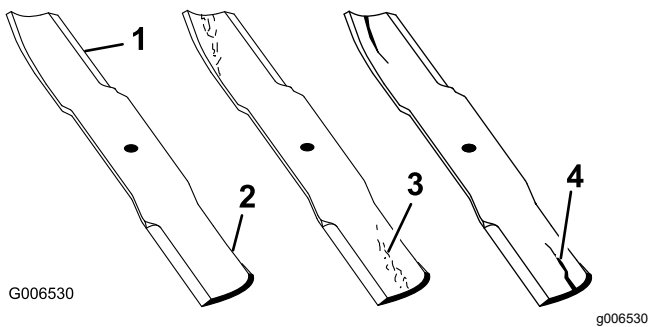

**Figure 65**
1. Examinez le tranchant des lames (Figure 65).
4. Remplacez immédiatement toute lame fendue, usée ou qui présente une entaille sur cette partie (Figure 65).